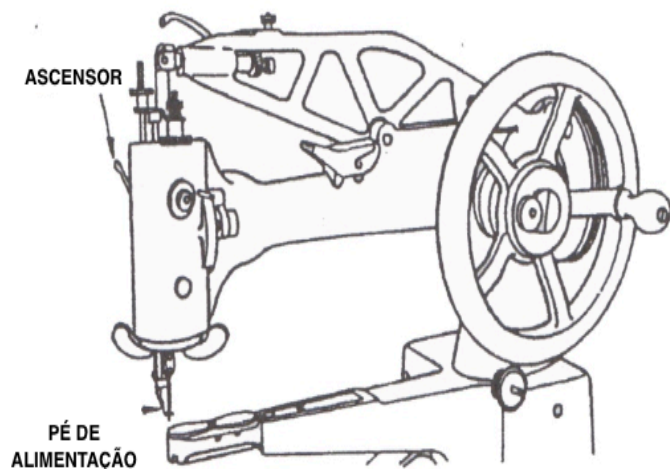

Fig. 4
Para lubrificar a corrida da lançadeira, levante a barra da agulha até seu ponto mais alto e levante o calcador de alimentação mostrado na Fig. 4 movendo o elevador para cima.
1. Levante o pé de alimentação mostrado na Fig.4 movendo o ascensor para cima.